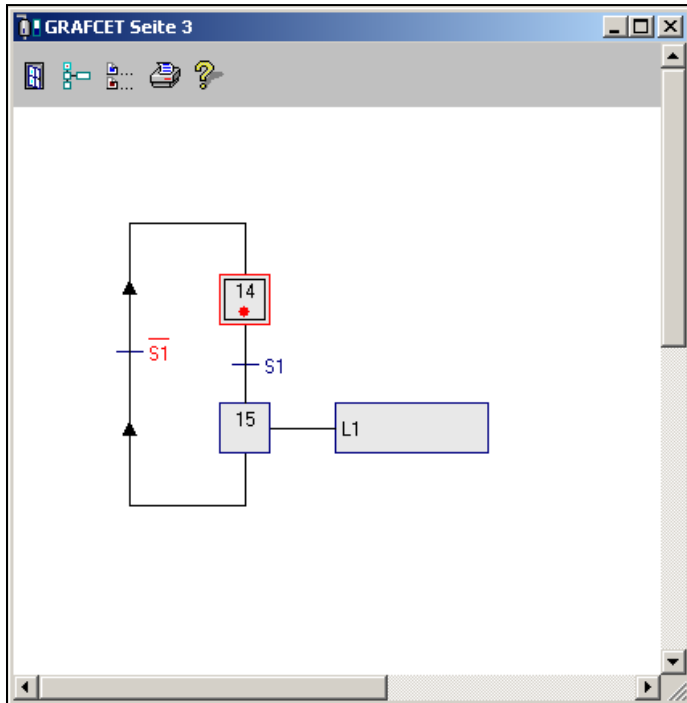

Abb. 16: Aktivierter GRAFCET-Plan in der GRAFCET-Ansicht
Der Plan aus Abb. 16 steht im rot markierten Initialisierungsschritt (14) und wartet bei der folgenden Transitionsbedingung darauf, dass das Signal *S1* auf 1 (High) geht.